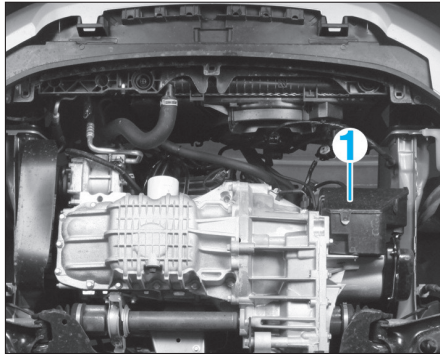

Fig. 18
- Dégrafer la protection (1) (Fig.18).